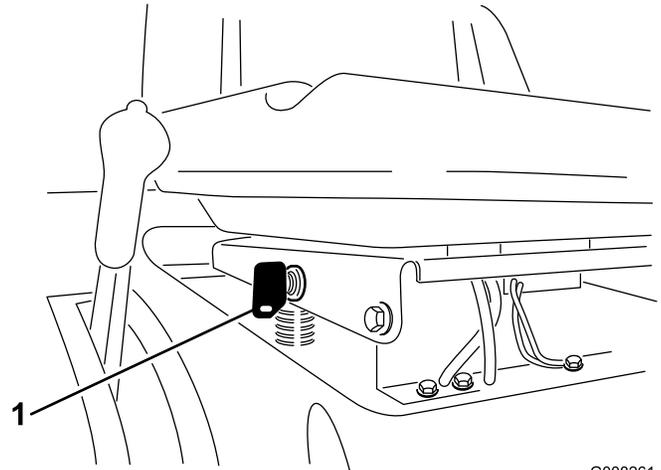

Figura 13
Si necesita utilizar las cuchillas (TDF) en marcha atrás, desactive el sistema de seguridad usando el interruptor KeyChoice que está situado cerca del soporte del asiento (Figura 13).
2. Inserte la llave KeyChoice en el interruptor (Figura 13).